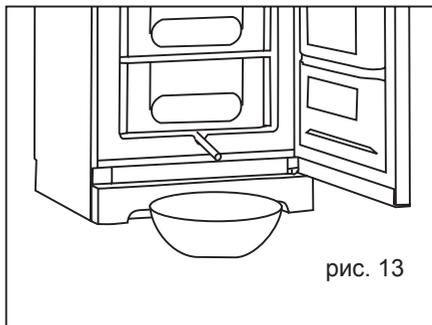

рис. 13
3. Вытащите воронку стокового отверстия в нижней части морозильного шкафа и поместите под него емкость для сбора талой воды (рис.13). Если воронка